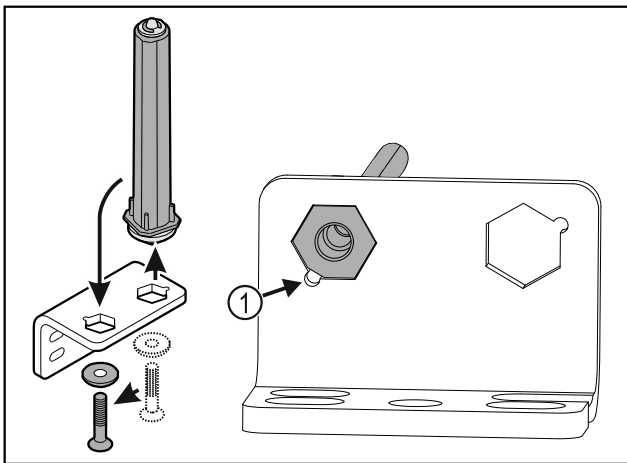

Fig. 33
- ▶ Dbejte, aby při vsazování ukazovalo zešikmení čepu Fig. 33 (1) ke kulatému otvoru.